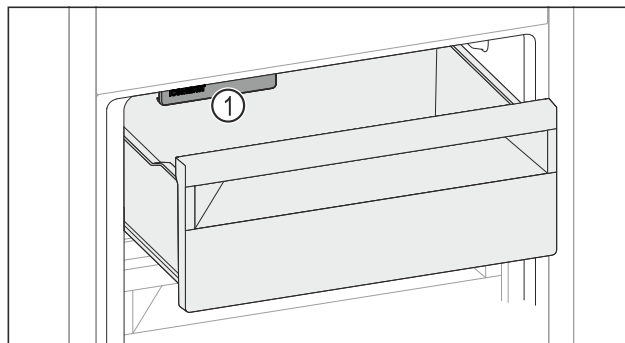

Fig. 164
- Dávejte pozor na IceMaker Fig. 164 (1).